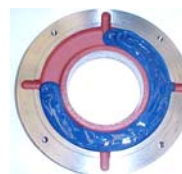

Figura 7.2: Anel de fixação externo do mancal
- Preencher $\frac{3}{4}$ do depósito dos anéis de fixação interno e externo com a graxa recomendada (Figura 7.2) e lubrificar o rolamento com quantidade suficiente de graxa antes de montá-lo;
Quando o mancal for aberto, injetar a graxa nova através da graxeira para expelir a graxa velha que se encontra no tubo de entrada da graxa e aplicar a graxa nova no rolamento, no anel interno e anel externo, preenchendo $\frac{3}{4}$ dos espaços vazios, conforme mostrado na Figura 7.2. No caso de mancais duplos (esfera + rolo), preencher também $\frac{3}{4}$ dos espaços vazios entre os anéis intermediários; Nunca limpar o rolamento com panos a base de algodão, pois podem soltar fiapos, servindo de partícula sólida.